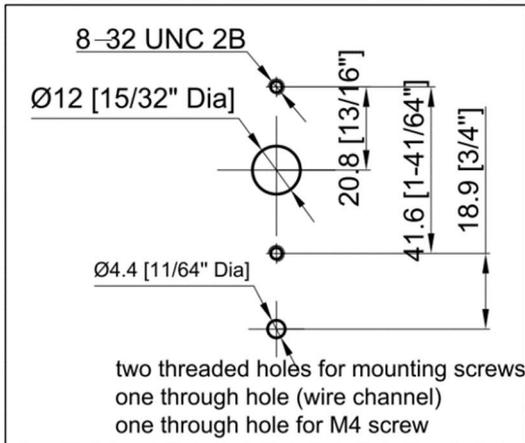

Abb. 2
1. Bohren Sie zwei Befestigungslöcher für zwei M4 Schrauben, einen Kabeldurchbruch von mindestens 11 mm und maximal 12 mm und falls notwendig, einen Durchbruch für eine M4 Sicherungsschraube in die Vordertür des Tresors. Achten Sie darauf, dass die Mitten der Bohrungen in einer vertikalen Linie liegen. (Abb. 2 & 4)